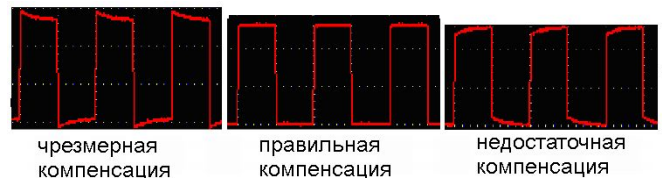
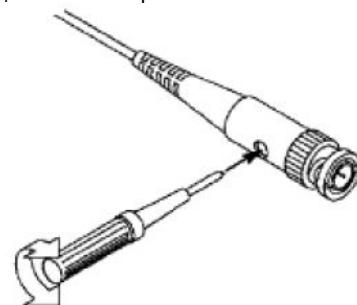

Рисунок 3.5. Варианты осциллограммы при компенсации щупа
Рисунок 3.6. Регулировка щупа
- Оцените форму полученной осциллограммы и отрегулируйте щуп, пока не будет достигнута правильная компенсация (см. рисунок 3.5 и рисунок 3.6).